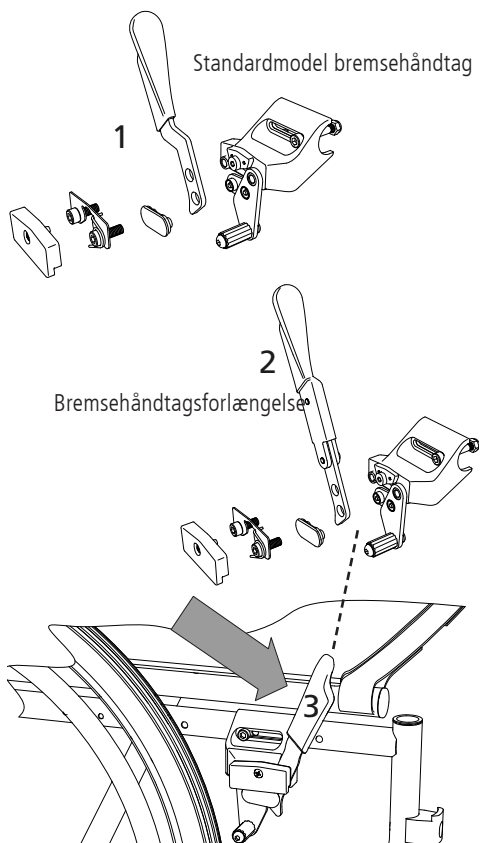

fig.51
(fig. 51)
1. Afmonter standardbremsehåndtaget helt, som vist på billedet. (1, fig. 51)
2. Montér bremsenhåndtagsforlængelsen (2, fig. 51) i omvendt rækkefølge på kørestolen.